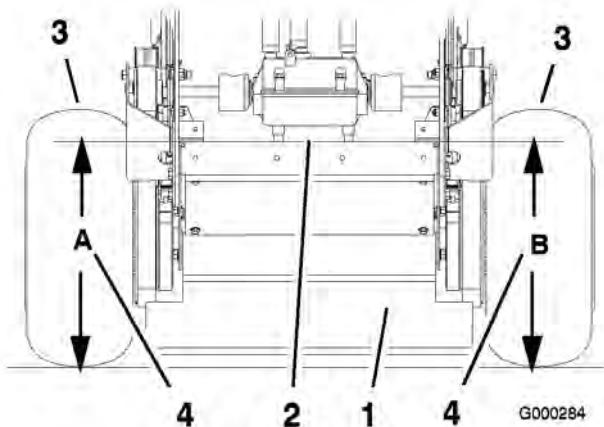

Figura 61
- Mida la altura de la plataforma del motor en la posición **A** (Figura 61).
- Mida la altura de la plataforma del motor en la posición **B** (Figura 61).